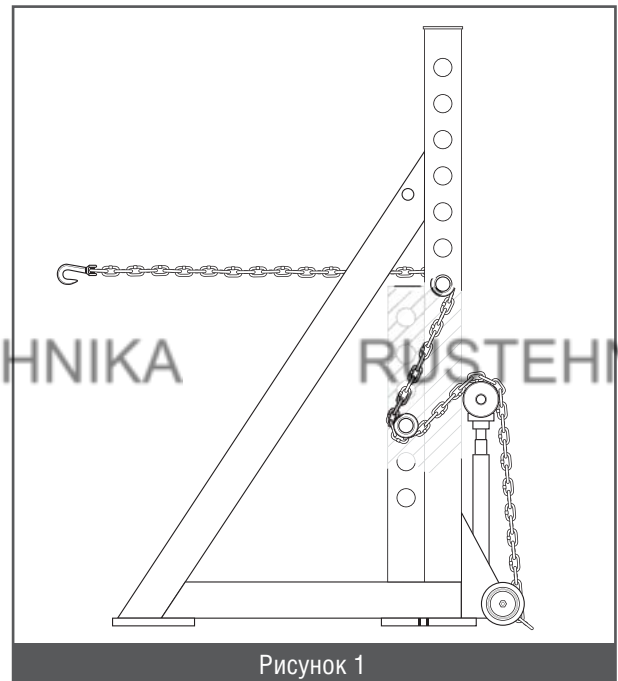

Рисунок 1
- Выберите нужный угол вытяжки (Рисунок 1).